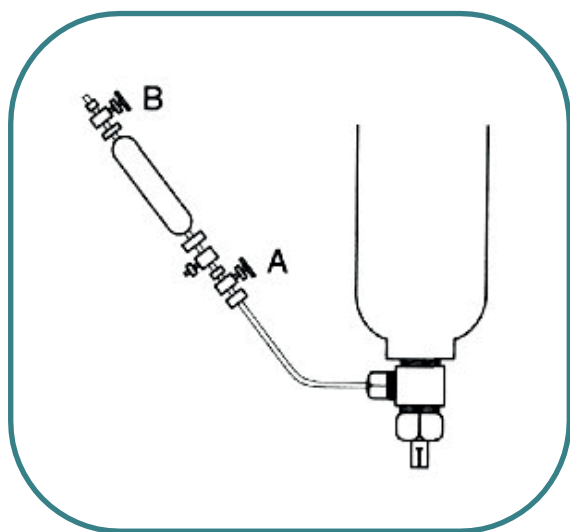

Figura 2: Obtención de muestra gas canister
4. Cierra la válvula A y la válvula en el canister. Pesa el recipiente de muestra y conecta la jeringa a la válvula B (Figura 2).